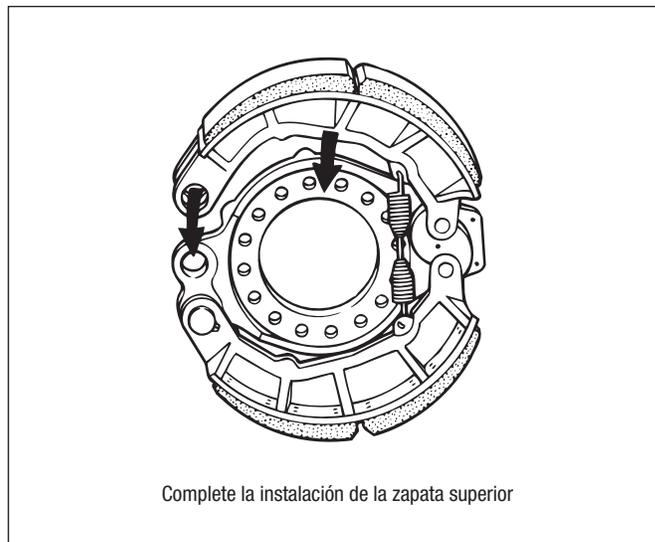

**Figura 77 – Posicionamiento de la zapata inferior**
7. Coloque la zapata inferior en su posición sobre la araña e instale el pasador de anclaje inferior, las arandelas y los anillos de retención. *Consulte la figura 77.*